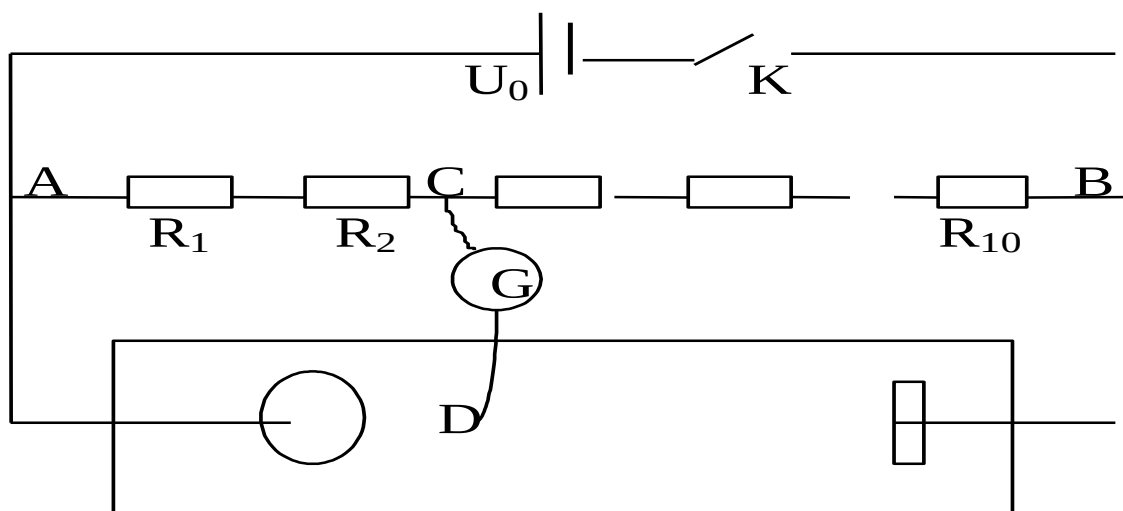

Рис. 3. Схема установки
подключается к одному из сопротивлений делителя (точка **С** на схеме рис. 3). Установив штекер от провода, идущего к гальванометру, в одно из гнезд делителя, плотно касаются концом щупа электропроводной бумаги и ищут точку **Д**, при касании которой ток в гальванометре отсутствует.
1. Собирают схему (рис. 3) с электродами заданной формы: